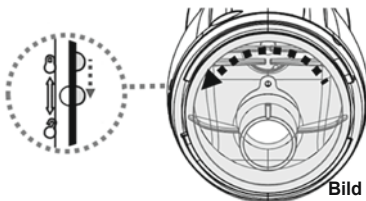

Bild 1
2. Håll i den elektriska pooldammsugaren och vrid skyddet moturs tills den vita markeringen på skyddet når markeringen för lås/upplåsning. (Bild 1) Avlägsna skyddet och ta ut filterpåsen/filterkorgen från den elektriska pooldammsugaren.